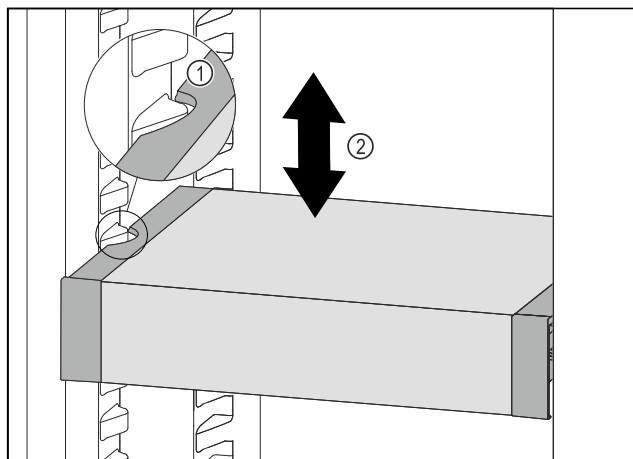

Fig. 106
- VarioSafe naar voren trekken tot de uitsparingen aan de zijkant van de VarioSafe zich ter hoogte van de rib in het koelgedeelte bevinden. Fig. 106 (1)
- VarioSafe in het koelgedeelte omhoog of omlaag bewegen tot de gewenste hoogte is bereikt. Fig. 106 (2)